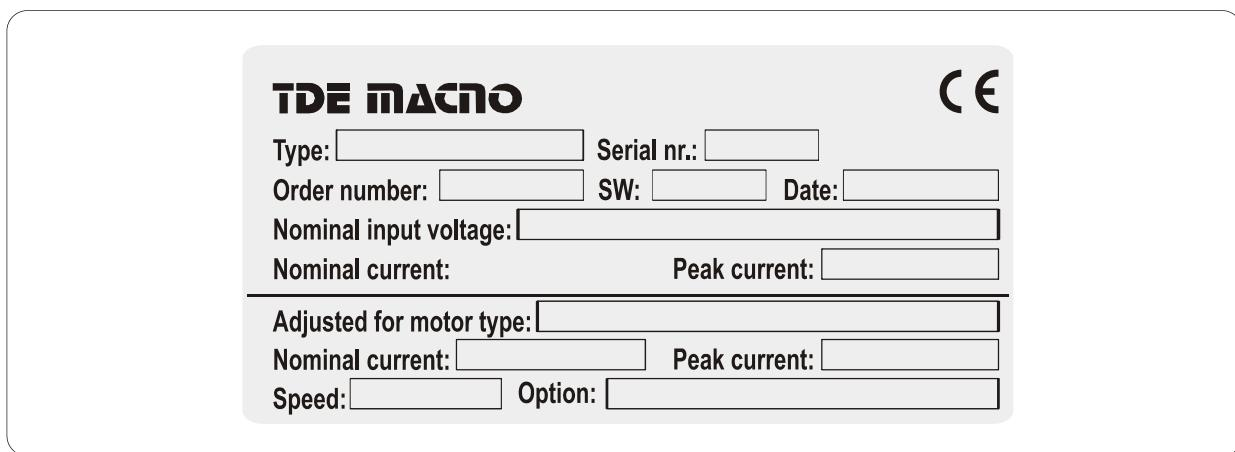

FIG. 1 (Marcatura CE e targa dati / CE Marking and data plate)
È costituita da una etichetta adesiva in poliestere colore argento con stampa di colore nero, delle seguenti dimensioni: L= 102 mm - H= 50 mm (**FIG. 1**).
*The CE marking consists of a silver-colored polyester adhesive label, printed in black, with the following dimensions: L= 102 mm - H= 50 mm (**FIG. 1**).*